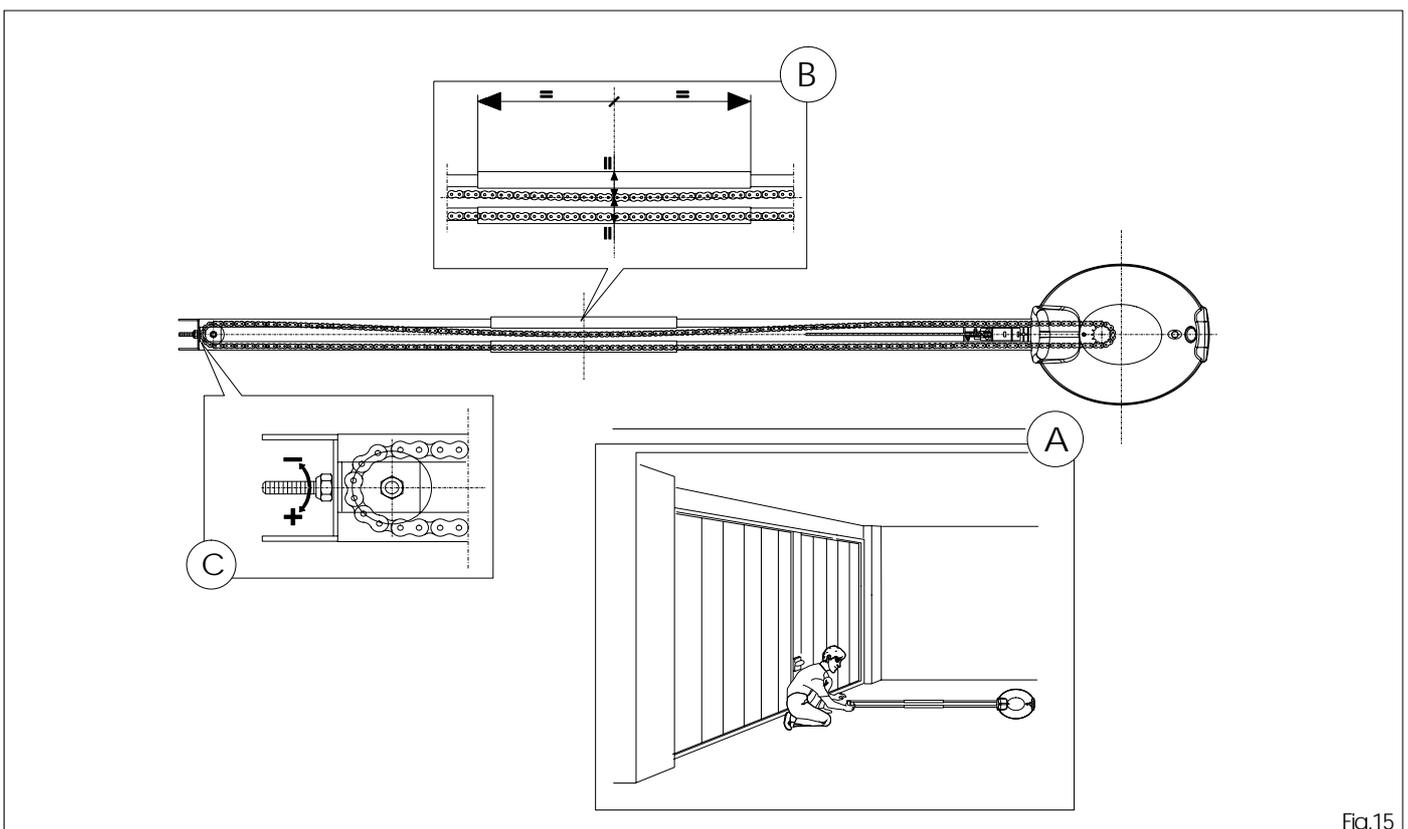

Fig.15
5.11 Posizionare l'operatore a terra verticalmente rispetto al pavimento (fig.15 rif. A).
5.12 Verificare il tensionamento della catena assicurandosi che le due distanze catena inferiore - catena superiore e catena superiore - giunto binario superiore siano uguali come mostrato in fig. 15 rif. B.
5.13 Regolare, se necessario la tensione della catena agendo sull'apposito dado come indicato in fig. 15 rif. C.